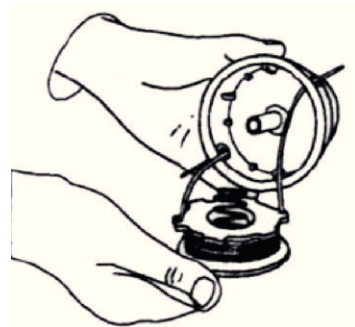

рис. 17
1. Установите пружину в шпульку и пропустите оба конца лески через отверстия корпуса головки (**см. рис. 17**).